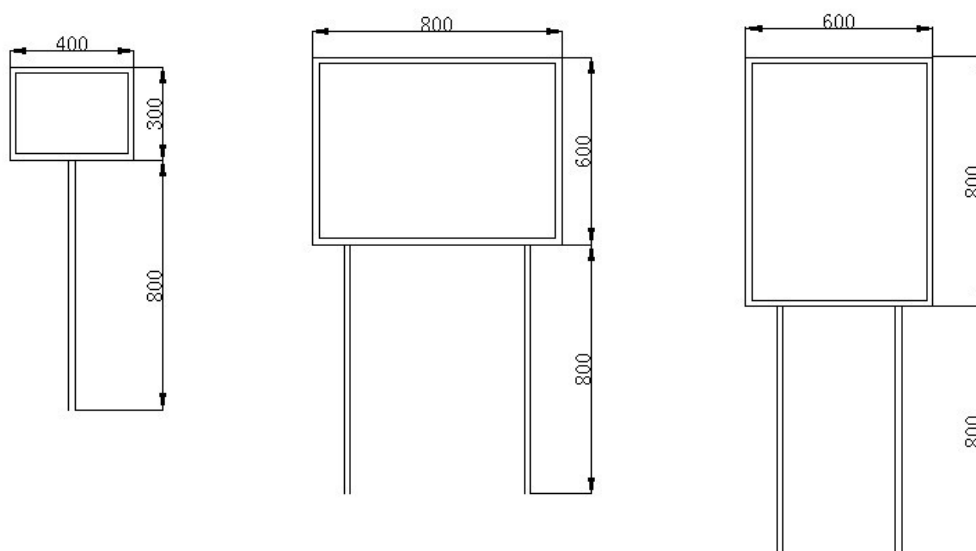
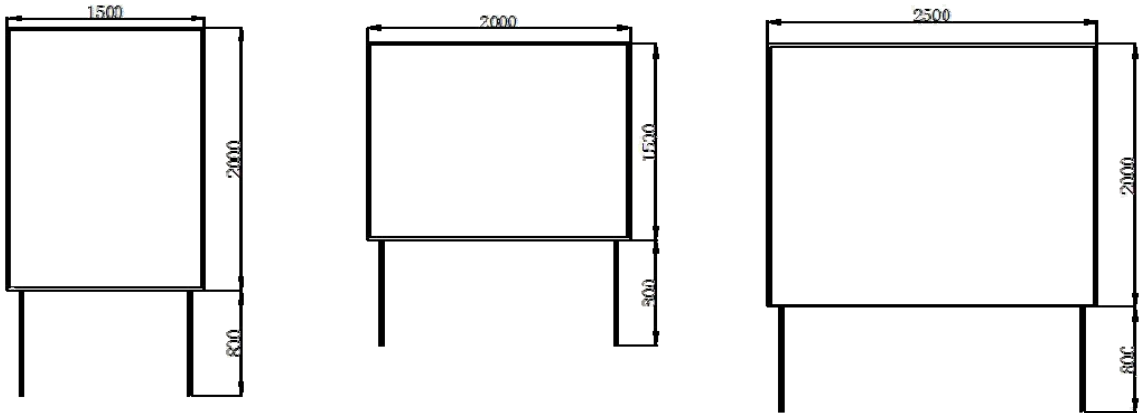

图6
图7
6.2.3.1 隧道洞口醒目位置，应设置“限速 5km/h”、“注意安全”、“应急救援流程图”、“风险源告知牌”、“必须戴安全帽”和“注意通风”标志，参见附录 E 图 6。
- 6.2.3.5 隧道掌子面凿岩台架、二衬工作台车门洞部位，应设置“注意安全”、限速、限高、限宽、发光或反光安全标志，参见附录 E 图 7。
固定安全标志牌设置，如图 6、图 7 所示（以常用尺寸 400×300 、 800×600 、 600×800 、 1500×2000 、 2000×1500 、 2500×2000 为例）。